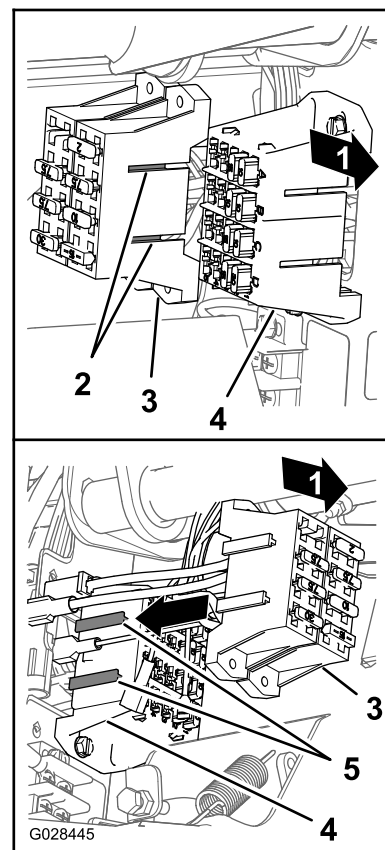

図 24
4. スプレーヤのヒューズブロックのT字フィッティングを、車両のヒューズブロックのT字スロットに合わせて、スプレーヤのヒューズブロックをスロットの一番奥までしっかりと差し込む 図 24。